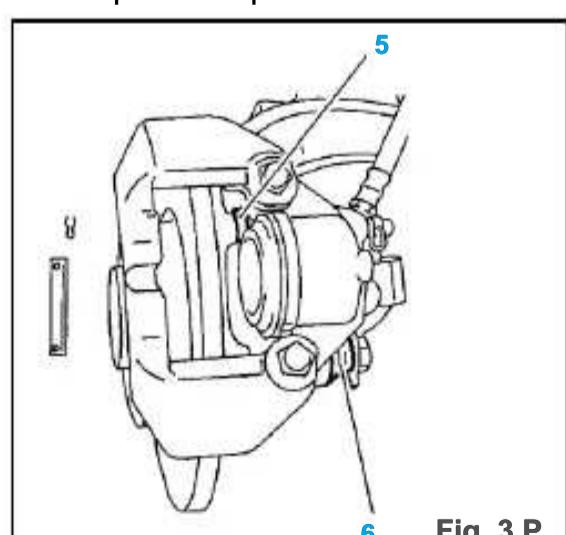

Fig. 3 P.
- comprobación visual (fig 3 Br.):
- el bien y el ajuste perfecto de la tapa (5) Y el fuelle CIONES pro (6).